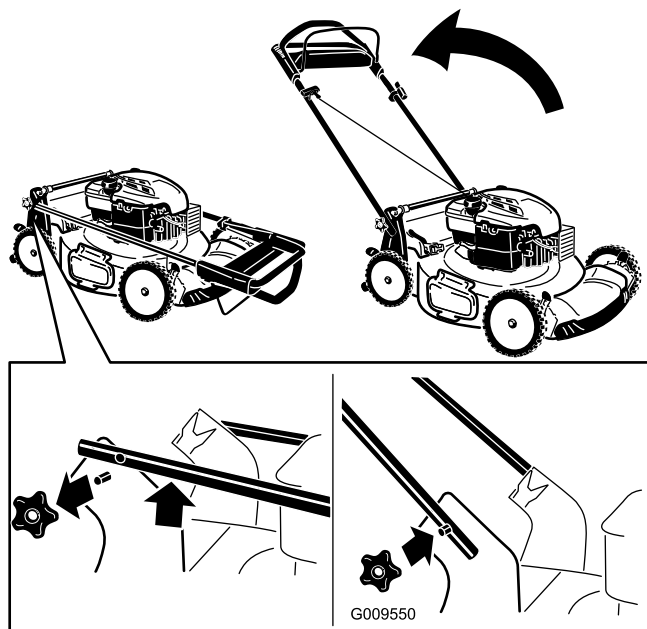

Рисунок 3
1. Снимите круглые рукоятки с корпуса машины (Рисунок 3).